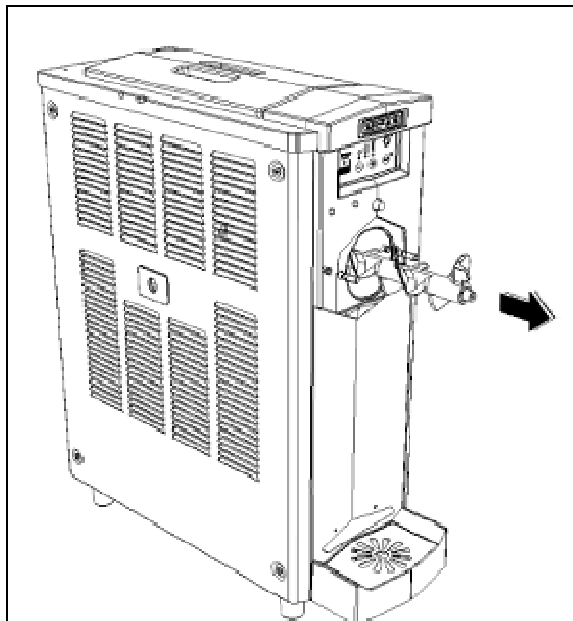

Abb. 8
- Die Mischerspirale herausnehmen (Abb.8)